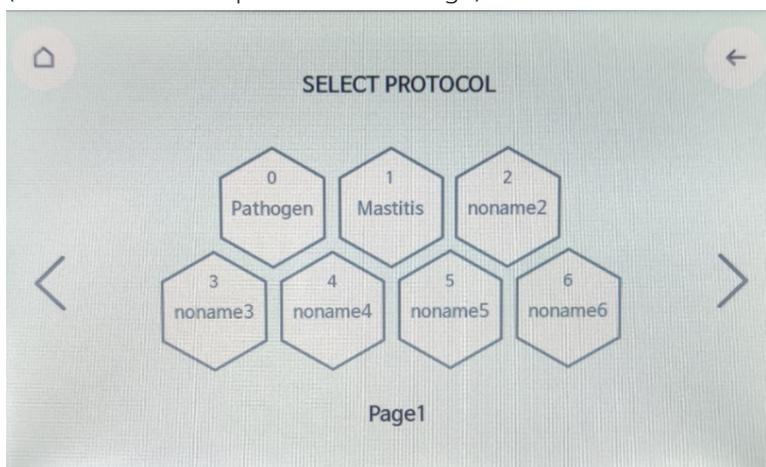

Figure 12. Menu de sélection du protocole dans l'interface tactile de l'IndiMag 48s. Liste des protocoles programmés dans la machine.
3. Appuyez sur le bouton correspondant au protocole souhaité (voir la figure 12 pour l'illustration). Le menu Heater Setting (Paramètres du dispositif de chauffage) s'ouvre.